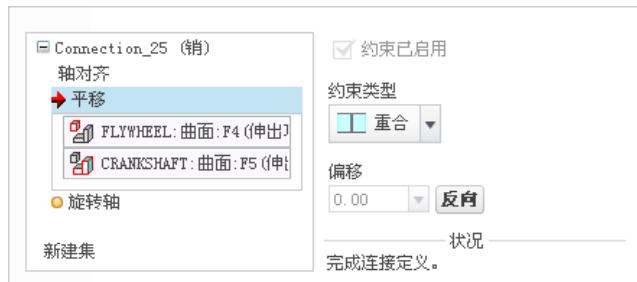

图 9.3.30 “放置”界面
(3) 定义“平移”约束。分别选取图 9.3.28 中的两个平面为“平移”约束的参考，此时 **放置** 界面如图 9.3.30 所示。